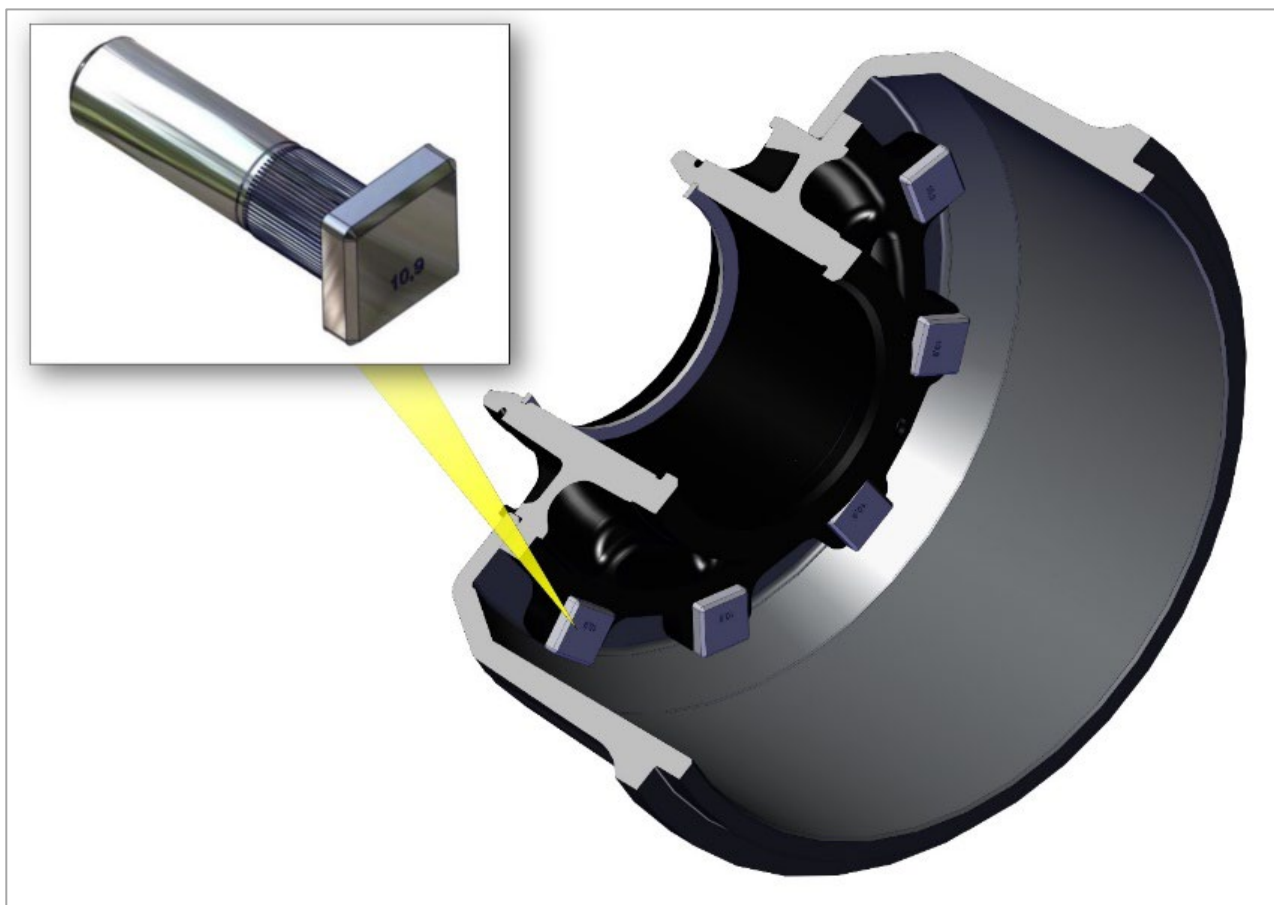

Рис. 13. Установка шпилек.
- 3) Шпильку необходимо надежно устанавливать на место, следя за тем, чтобы она располагалась под прямым углом к поверхности ступицы и точно садилась на внутренний торец тормозного барабана (рис. 13).